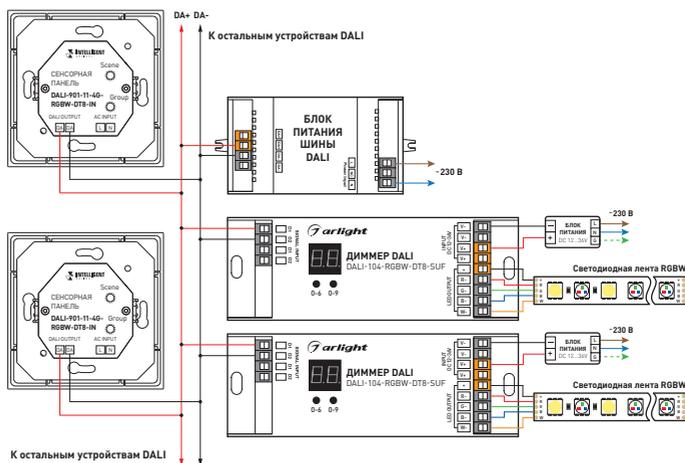

Рис. 1. Схема подключения сенсорной панели с питанием от шины DALI
- 3.2. В случае питания сенсорной панели от шины DALI используйте схему подключения на рис. 1.